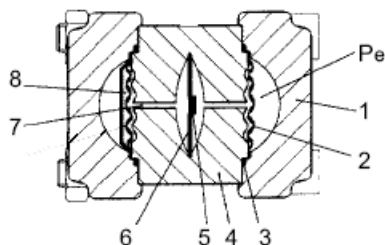

Рис. 8.Измерительная ячейка для абсолютного давления, функциональная схема
Абсолютное давление через разделительную мембрану (2, рис.8) и наполнительную жидкость (7) передается на кремневый сенсор давления (5). При превышении границ измерения перегрузочная мембрана (6) отклоняется настолько, пока разделительная мембрана (2) не коснется корпуса измерительных ячеек (4), защищая тем самым кремневый сенсор давления (5) от перегрузки. Разница давлений между входным давлением ($p_э$) и эталонным давлением (8) на минусовой стороне измерительной ячейки отклоняет измерительную мембрану. Четыре установленных на измерительную мембрану по мостовой схеме пьезо-сопротивления изменяют благодаря этому свою величину сопротивления. Изменение сопротивления вызывает выходное мостовое напряжение, пропорциональное абсолютному давлению.